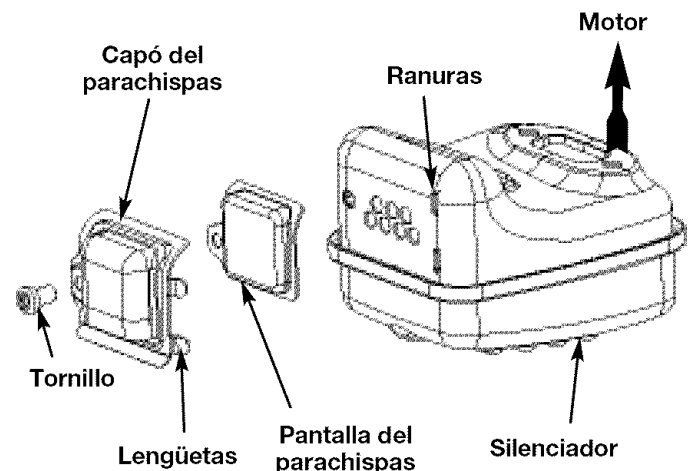

Fig. 21
2. Localice el silenciador, pero no lo quite. Busque el tornillo en la parte inferior del silenciador (Fig. 21). Quite el tornillo usando una llave torx No. 20 o un destornillador plano.